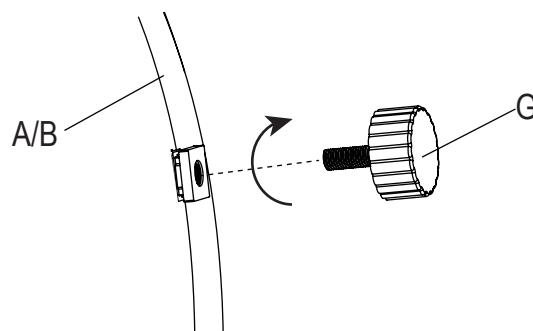

Figure 2
2. Avec l'aide d'une autre personne, placez délicatement la table à feu (A) et les tables basses semi-circulaires (B) sur une surface plane non abrasive afin d'éviter les rayures, vérifiez les trous de vis au bas des produits, puis alignez les patins (G) avec les trous de vis et vissez fermement dans le sens des aiguilles d'une montre (voir figure 2). Ensuite, placez délicatement les produits en position verticale.